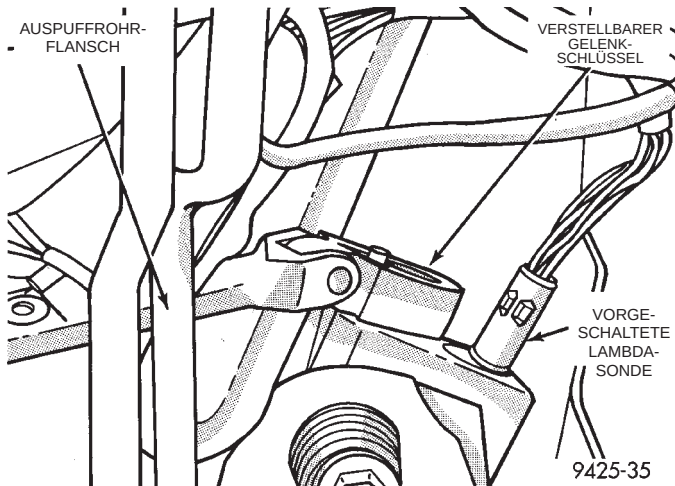

Abb. 79 Aus-/Einbau, vorgeschaltete beheizte Lambda-Sonde
- (1) Das Fahrzeug anheben und sicher abstützen.
- (2) Den Steckverbinder von der Lambda-Sonde abziehen.
- (3) Die Lambda-Sonde mit einem verstellbaren Gelenkschlüssel für Lambda-Sonden, wie z.B. das Snap-On-Spezialwerkzeug YA8875 oder einem gleichwertigen Werkzeug ausbauen (Abb. 79).